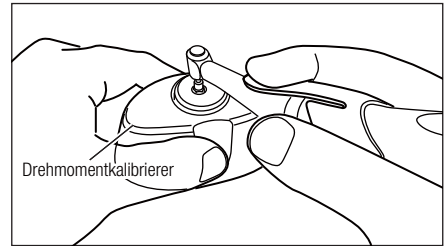

Abb. 10
- 6) Beim Drücken der Ein-/Aus-Taste erfolgt ein Countdown und anschließend beginnt die Lastkalibrierung. Das Motorhandstück rotiert: halten Sie das Motorhandstück senkrecht, bis die Rotation aufhört, halten Sie den Drehmomentkalibrierer dabei fest. (siehe Abb. 10) Während der Kalibrierung blinkt die Anzeige " **CAL** " .